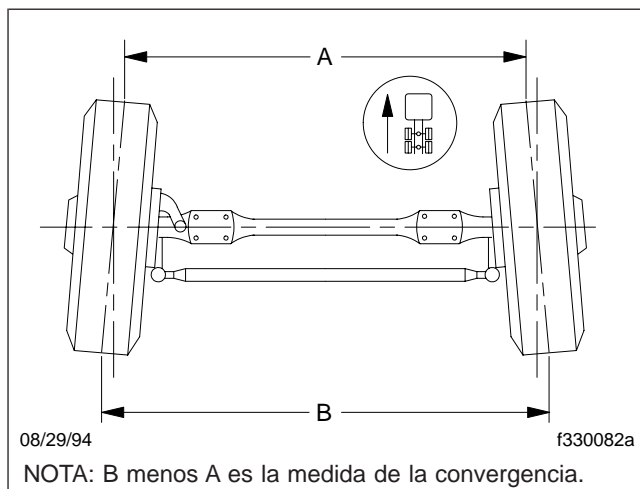

Figura 4, Convergencia de las ruedas (vista desde arriba)
La convergencia de las ruedas (**Figura 4**) es un número de pulgadas que se calcula midiendo la distancia entre el punto más adelantado de las ruedas (según se ve desde arriba) (A), después la distancia